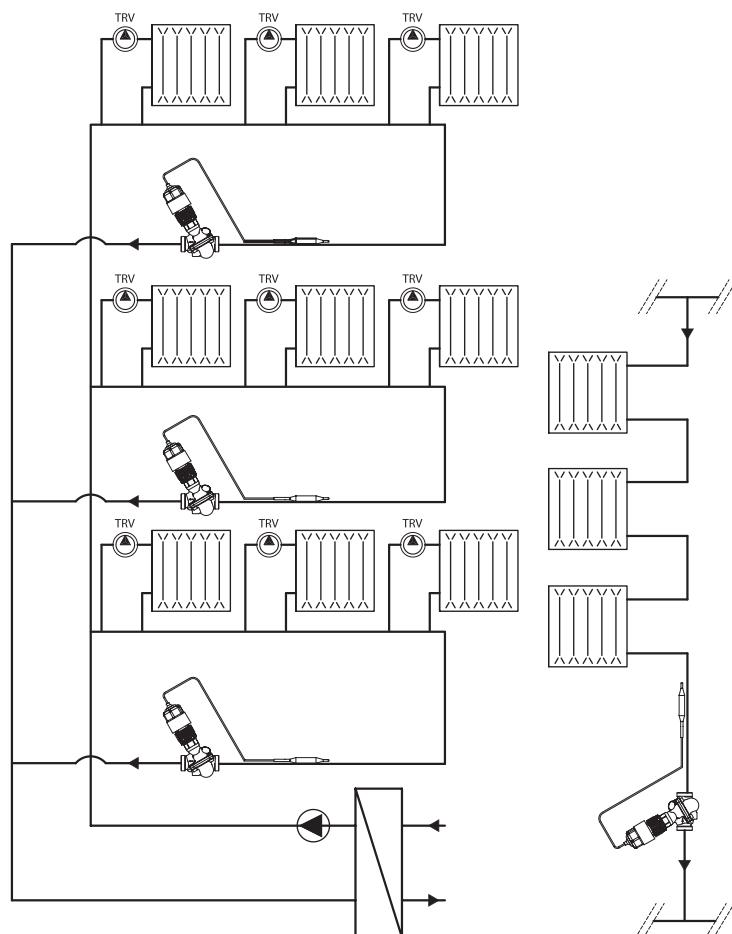

Рис. 51
- для горизонтальных однотрубных веток (рис. 51),